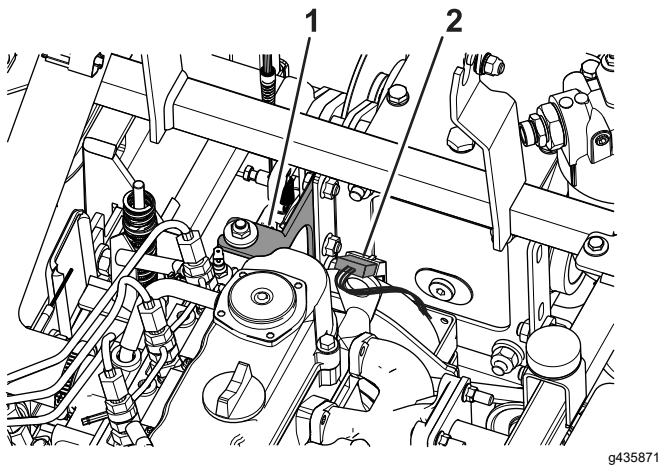

Bild 78
5. Ziehen Sie den Kabelstecker für die Kupplung ab (Bild 78).
Rahmen und an der Kupplung befestigt ist (Bild 78).